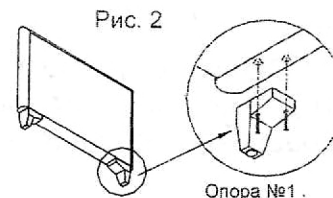

Рис. 2
- прикрутить опору №1 к боковине (шуруп - 5x60) в пробитых скобами точках (Рис.2)